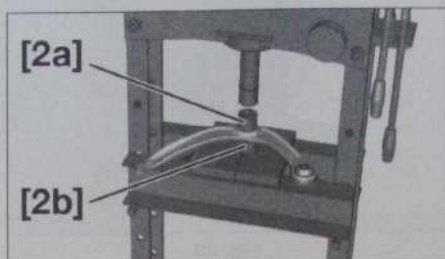

Fig. 20
- Positionner le bras inférieur sur une presse munie d'une cloche d'appui [2a] et d'un tampon de montage [2b] adaptés (Fig.20).